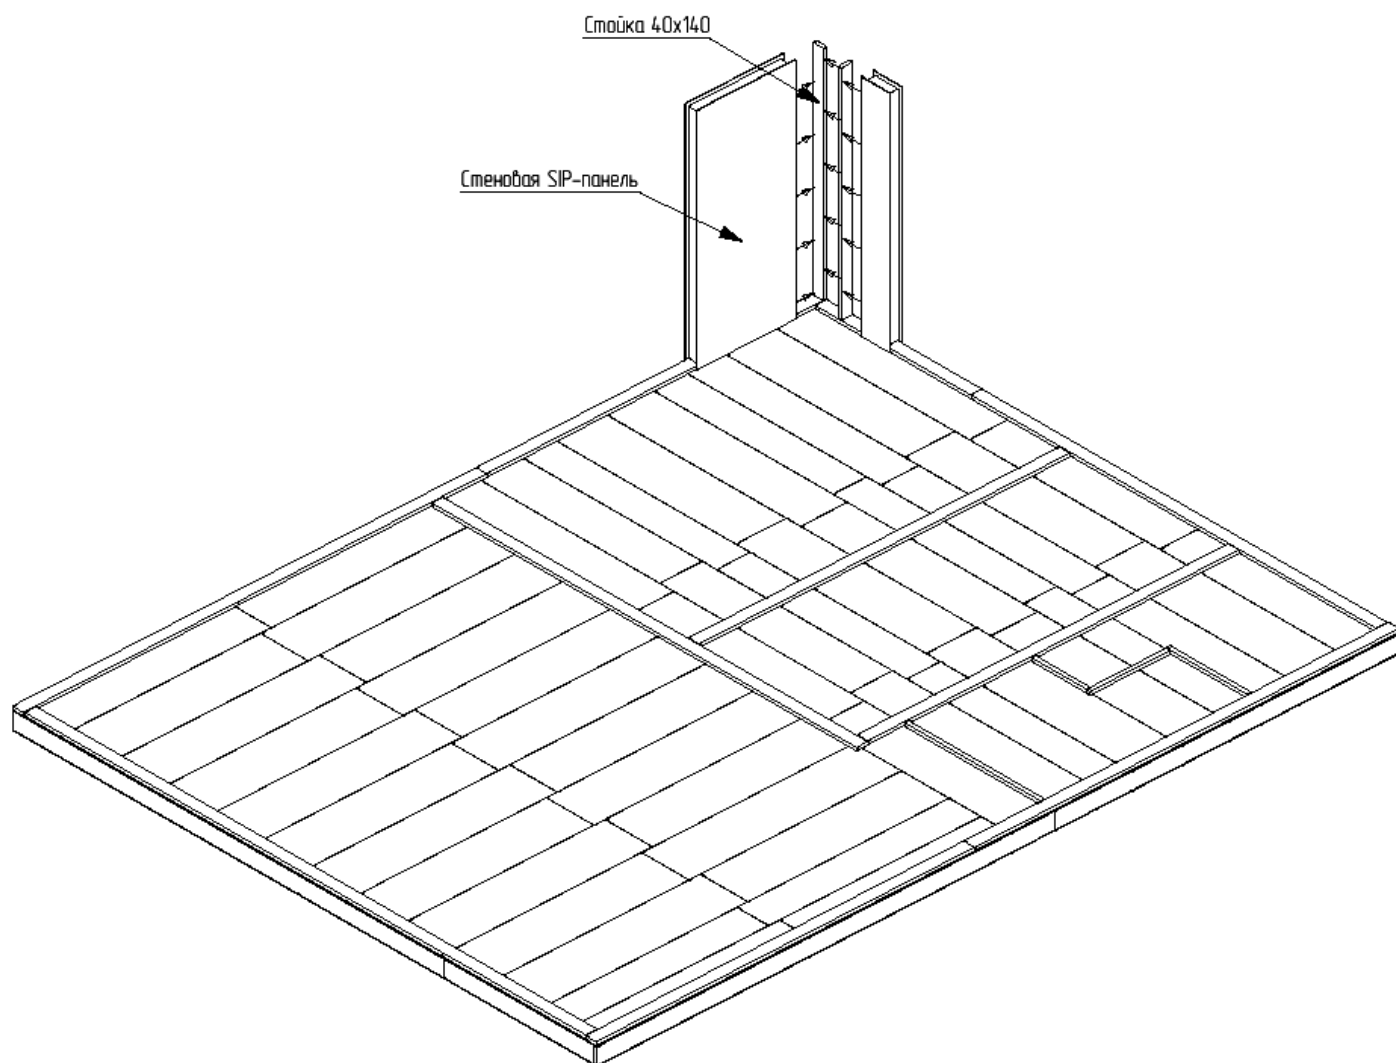

Рис. 8: Начало монтажа стен.
10. После монтажа нижней обвязки стен, следует монтаж непосредственно самих стен, состоящих из деревянного каркаса и SIP-панелей. Предварительно необходимо изучить схему расположения и маркировки стен. Монтаж стен начинается с установки двух угловых панелей, положение которых проверяется с помощью отвеса. Сначала крепится крайняя стойка, которая будет закрывать торец стены. Стойка крепится к нижней обвязке двумя саморезами 4,2x75. Затем к этой стойке крепится стеновая SIP-панель. При этом стойка входит в предварительно обработанную монтажной пеной выборку в пенополистироле SIP-панели (Рис. 8). Панель крепится к стойке и